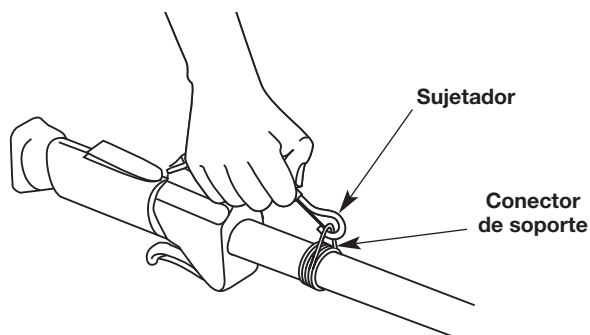

Fig. 5
4. Inserte el sujetador en el conector de soporte (Fig. 5).